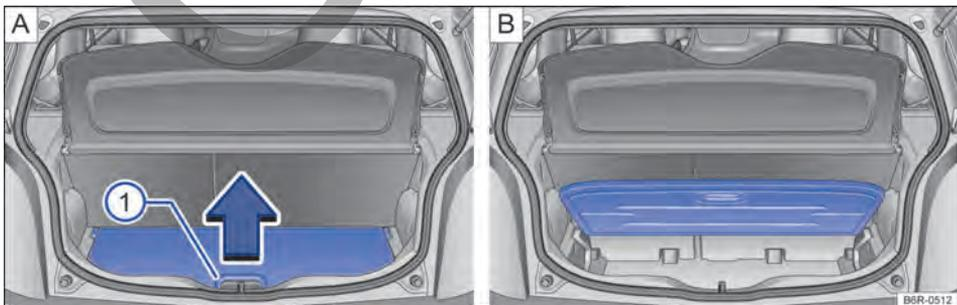

Fig. 93 A: piso variable del maletero rebatido hacia arriba. B: piso variable del maletero abierto.
Para *abrir*, levantar la empuñadura → fig. 93 ① en el sentido de la flecha y rebatir el piso del maletero completamente hacia arriba → fig. 93 B.